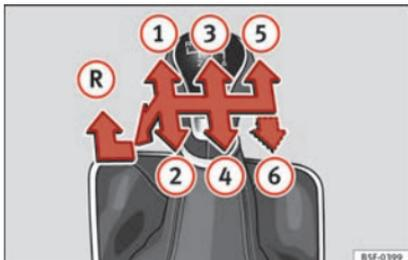

Abb. 52 Schaltschema bei einem 5-Gang bzw. 6-Gang Schaltgetriebe
Auf dem Schalthebel sind die Positionen der einzelnen Fahrgänge dargestellt » **Abb. 52**.
- Schalthebel auf Leerlauf stellen und nach unten drücken, ganz nach links und dann nach vorne schieben um den Rückwärtsgang » **Abb. 52** **R** einzulegen.